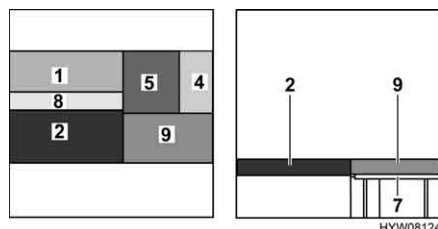

Fig. 104 Dopo la trasformazione
- Posizionare i cuscini dello schienale del sedile (Fig. 104,1) sul tavolo.
- Posizionare il cuscino aggiuntivo (Fig. 104,8) tra il cuscino del divano e il cuscino dello schienale.
- Posizionare il cuscino dello schienale del sedile longitudinale (Fig. 104,4) tra il cuscino del sedile longitudinale e la parete posteriore.
- Posizionare il cuscino aggiuntivo (Fig. 104,9) sulla piastra di supporto.